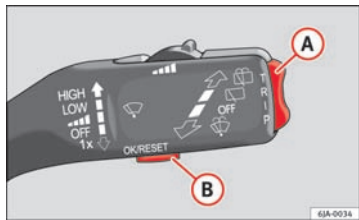

Fig. 34 Kørecomputer: betjeningslementer
Hvis du trykker på knappen **B** ⇒ Fig. 34, bliver hukommelsen valgt ⇒ Side 58.
Knappen til funktionsskift **(A)** ⇒ Fig. 34 og knappen til sletning af hukommelsen **(B)** sidder på betjeningsarmen til viskerne.
– Tryk på knappen **(B)** ⇒ Fig. 34 i et kort øjeblik.
– Tryk vippeknappen **(A)** ⇒ Fig. 34 opad eller nedad et kort øjeblik. Derved bliver kørecomputerens funktioner vist efter hinanden i displayet.
- Hold knappen **(B)** ⇒ Fig. 34 inde.
Ved temperaturer under +4° C bliver der desuden vist et iskrystalsymbol (advarsel om isglat vej) og der lyder et akustisk advarselssignal. Den senest viste funktion bliver vist ved at trykke på vippeknappen **(A)** ⇒ Fig. 34 ⇒ Side 58.
I displayet vises den tid, der er gået efter sidste nulstilling af hukommelsen. Hvis du vil beregne køretiden fra et bestemt tidspunkt, skal du slette hukommelsen ved at trykke på knappen **(B)** ⇒ Fig. 34 ⇒ Side 58.
Hvis du vil kende det gennemsnitlige brændstofforbrug for en bestemt periode, skal du først slette hukommelsen ved at trykke på knappen **B** ⇒ Fig. 34 ⇒ Side 58. Efter sletning af hukommelsen bliver værdien ikke vist i displayet de første 300 m kørsel.
I displayet vises den tid, der er gået efter sidste nulstilling af hukommelsen ⇒ Side 57. Hvis du vil beregne køretiden fra et bestemt tidspunkt, skal du slette hukommelsen ved at trykke på knappen **B** ⇒ Fig. 34 ⇒ Side 58.
I displayet vises gennemsnitshastigheden i km/h, der beregnes siden den seneste nulstilling af hukommelsen ⇒ Side 57. Hvis du vil kende gennemsnitshastigheden for en bestemt periode, skal du først slette hukommelsen ved at trykke på knappen **B** ⇒ Fig. 34 ⇒ Side 58.
- Vælg **Geschwindigkeitswarnung (hastighedsadvarsel)** ved at trykke på **A** ⇒ Fig. 34 ⇒ Side 58.